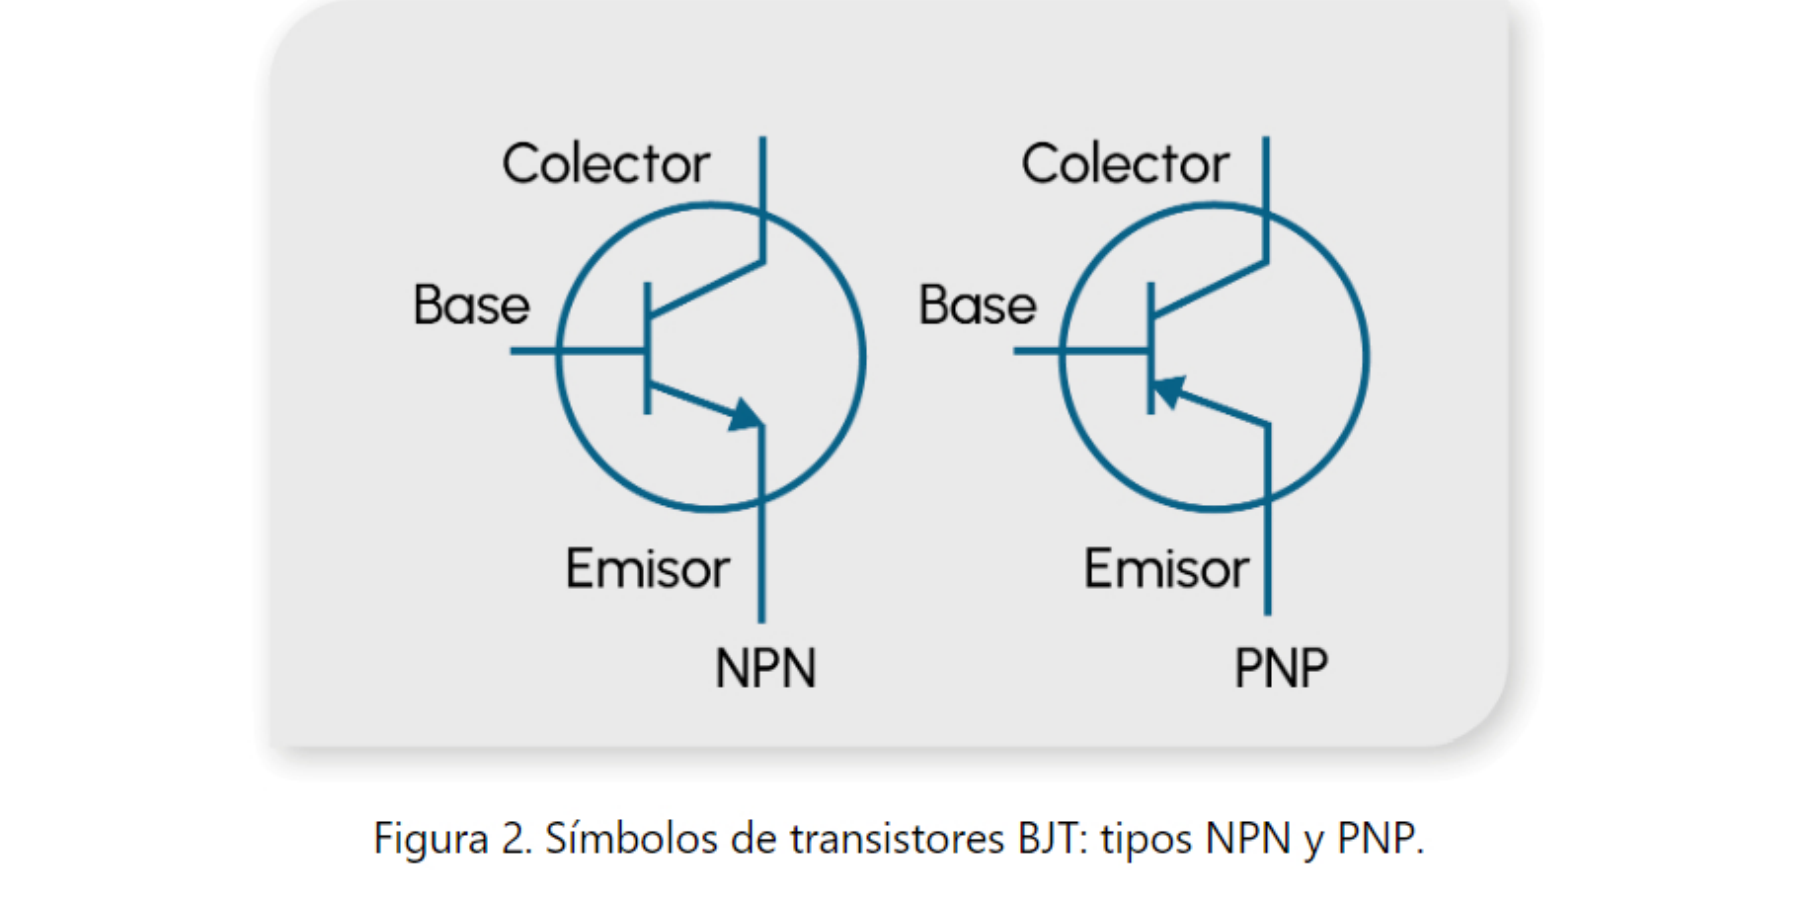

Figura 2. Símbolos de transistores BJT: tipos NPN y PNP.
Transistor BJT, también conocido como transistor bipolar de unión. Está controlado por **corriente** y cuenta con tres terminales: emisor (E), base (B) y colector (C). Cuando se aplica una corriente pequeña en la base, controla el flujo mucho mayor que circula entre el emisor y el colector. En un transistor NPN, una corriente de base positiva permite que los electrones se desplacen del emisor al colector; mientras tanto, en un transistor PNP, la corriente de base negativa facilita el flujo de huecos. La figura 2 te ayudará a comprender mejor esta explicación; sin embargo, en resumen, el BJT funciona como un **interruptor controlado por corriente**.